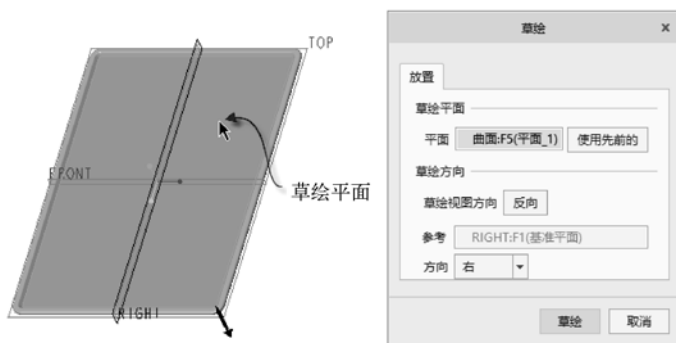

图 6-125 指定草绘平面
(1) 单击 (拉伸) 按钮, 打开“拉伸”选项卡, 暂时接受该选项卡默认的按钮设置。
(2) 在“拉伸”选项卡中打开“放置”面板, 单击该面板上的“定义”按钮, 弹出“草绘”对话框。在钣金件中单击图 6-125 所示的正面作为草绘平面, 以 RIGHT 基准平面为草绘方向参考, 方向选项为“右”, 单击“草绘”对话框中的“草绘”按钮, 进入草绘器。